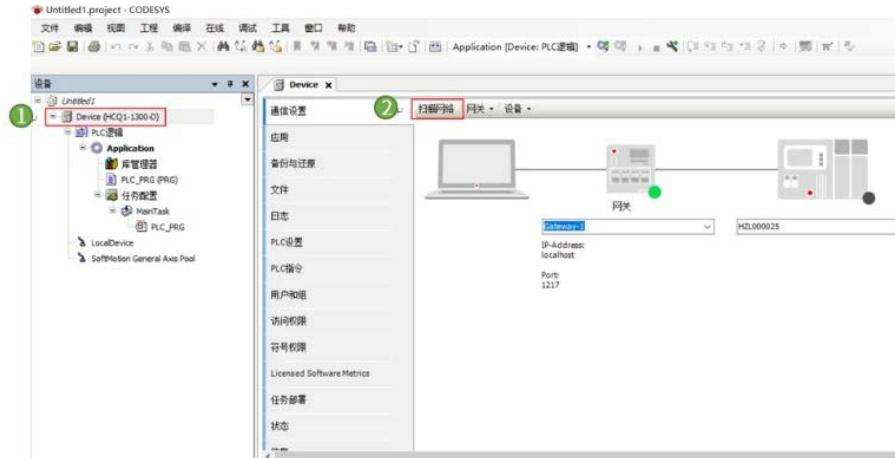

图 13-5 网络连接
2. 双击【Device】，弹出页面如图 13-5 所示，点击【扫描网络】。